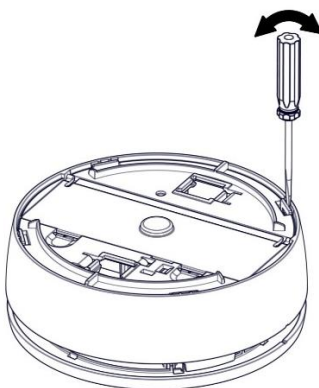

Figura 14
3. Con ayuda de un destornillador, presione las 4 lengüetas y retire la carcasa del detector (ver la Figura 14).